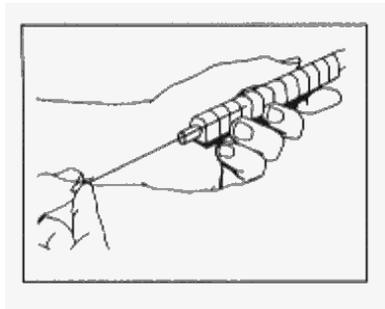

Figura 2 -
6. Per inoculare **BBL Oxi/Ferm Tube II**, ruotare prima il filo e poi ritrarlo attraverso tutti gli scomparti esercitando un movimento rotatorio (**Figura 2**).